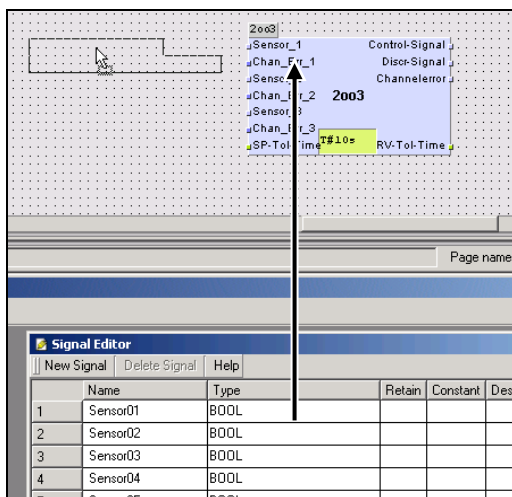

Fig. 94: Drag & Drop de sinais para a área de desenho
- ❑ Arrastar um sinal via Drag & Drop do editor de sinais para a área de desenho e posicionar o sinal no local desejado. O sinal é criado automaticamente no registro VAR_EXTERNAL (Fig. 94).